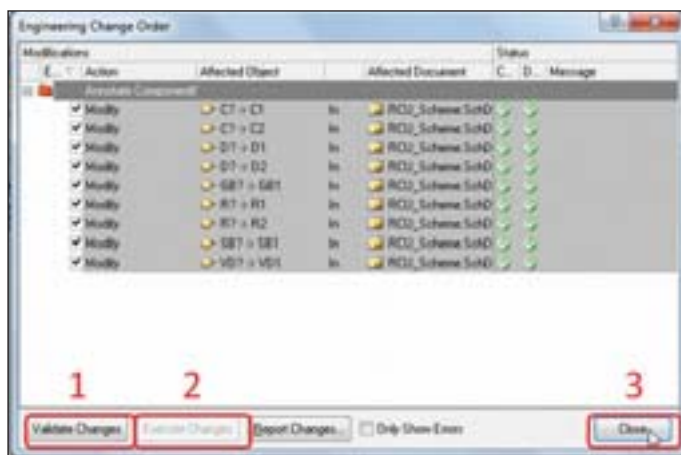

Рис. 48. Присвоение значений компонентам
6. Для проверки, передачи перечисленных изменений и выхода последовательно нажмите кнопки *Validate Changes*, *Execute Changes* и *Close* (рис. 48).